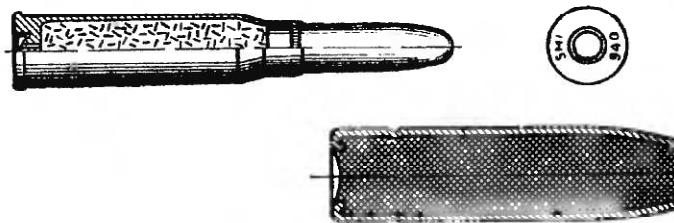

Рис. 42. 8-мм итальянский винтовочный патрон с тяжёлой пулей
2. 8-мм итальянский патрон с тяжелой пулей (рис. 42)